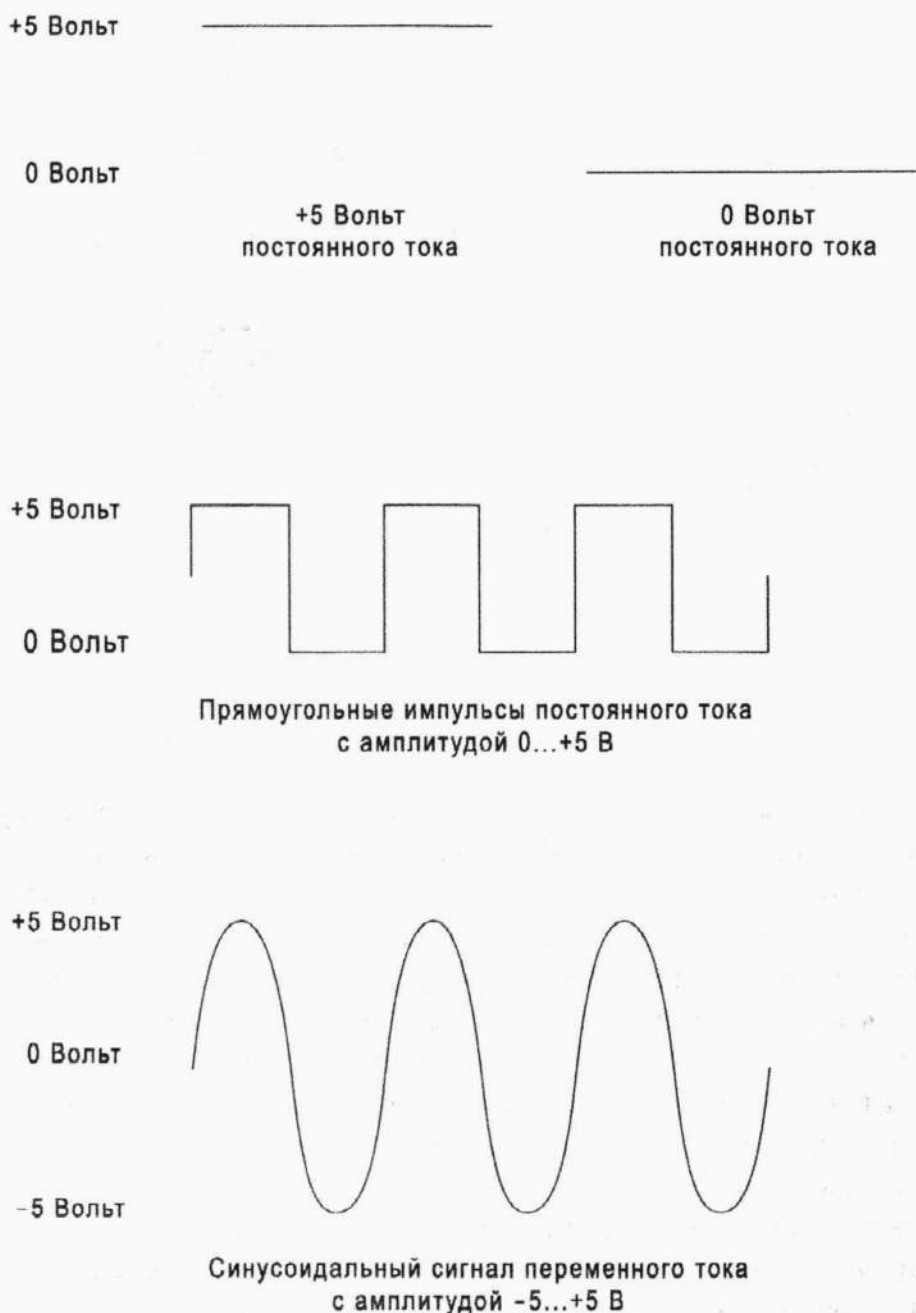

Рис. 1.1. Несколько примеров различных сигналов
На рис. 1.1 показаны диаграммы некоторых сигналов, с которыми вам придется часто встречаться.
- ✓ **Синусоидальный сигнал переменного тока с амплитудой –5...+5В.** Такой сигнал приходит от микрофона, который генерирует переменный ток, используемый в качестве входного сигнала, например, усилителя. Микрофон генерирует форму сигнала, изображенную на рис. 1.1, когда на него воздействует звук камертона. Обратите внимание на то, что переходы от –5 до +5 В для синусоидального сигнала, изображенного на рисунке, постепенны, в то время как у прямоугольного сигнала они предельно резкие.